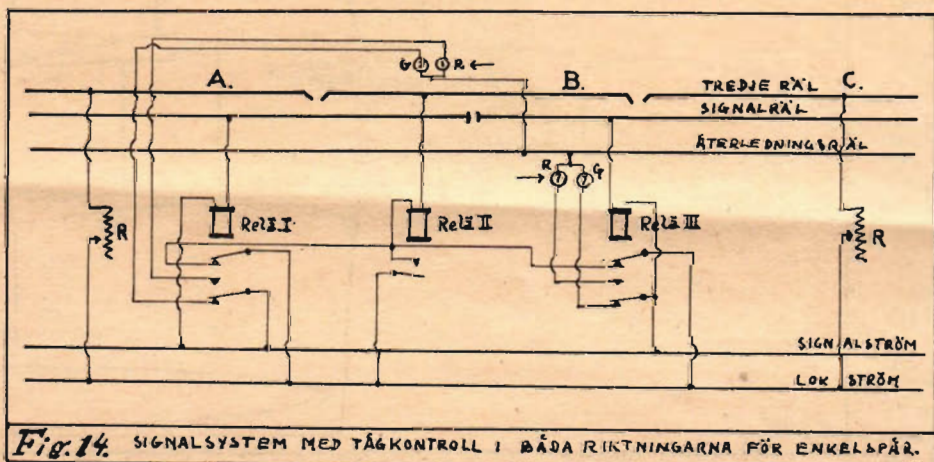

Fig. 14. SIGNALSYSTEM MED TÅGKONTROLL I BÅDA RIKTNINGARNA FÖR ENKELSPÅR.
mekaniska kontaktanordningar. Nu har man lyckats på ett ganska enkelt sätt (fig. 14). En extra kontrollsträcka (B) erfordras i tredje rälen (eller luftledningen). Denna sträcka bör vara lång nog att stoppa ett lok på ömse sidor om det ställe, där signalrälerna är isolerad. Matningen av ström till denna kontrollsträcka regleras av reläerna I och III samt av ett extra relä II. Lagom ström till blocksträckorna regleras av en reostat R. Reläerna I och III kontrollerar inte bara den korta sträckans tredje räl, utan även ljussignalerna. Reläet II är kopplat i serie med lokströmkretsen.
Om ett tåg kör från vänster till höger slår relä I till, och då det kommer till kontrollsträckan, får denna ström genom den övre kontakten på relä III. Relä II påverkas! Så länge tåget befinner sig på kontrollsträckan, hålles relä II:s kontakt slutet, och förhållandet att tåget upptager delar av båda blocksträckorna A och C hindrar ej körningen. Men om nu tåget kommer in på kontrollsträckan, och ett annat tåg befinner sig på C-blocket, får den förstnämnda ingen ström, eftersom både relä I och III står öppna och därmed ingen chans finns för relä II att påverkas. På detta sätt skyddas både motsatta och efter varann följande tågrörelser. Den i fig. 14 visade kopplingen är lokal och måste upprepas vid varje signal. Det är dock möjligt att använda ett relä (för lokström), som kontrollerar båda ändarna av en blocksträcka. Om till exempel relä I hade ännu en uppsättning kontakter kunde denna kontrollera strömmen till ett relä (av samma sort som relä II) i vänstra ändan av blocksträckan A lika väl som relä II på figuren. Det finns en nackdel hos systemet. Om två tåg samtidigt från motsatta håll inkommer på samma blocksträcka fungerar det ej, men hur ofta händer det? Ätminstone skulle det aldrig behöva inträffa. Hur som helst är kopplingsschemat enkelt,